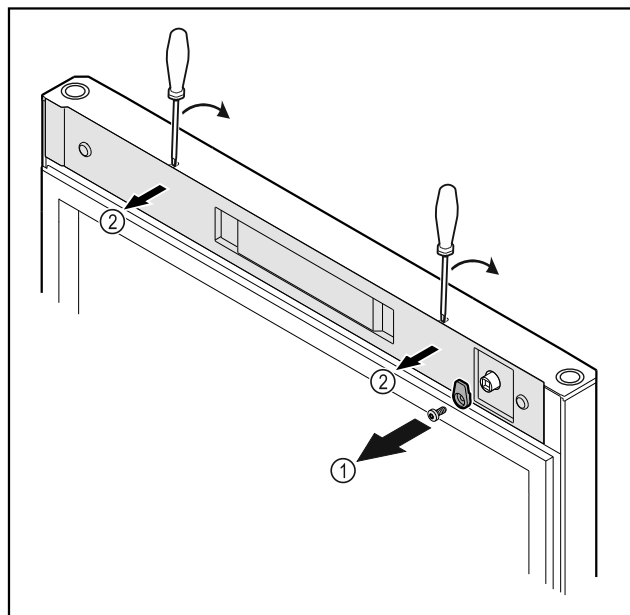

Fig. 12
- ▶ Odšroubujte petlici Fig. 12 (1).
- ▶ Uvolněte kryt Fig. 12 (2) malým šroubovákem a sejměte jej.